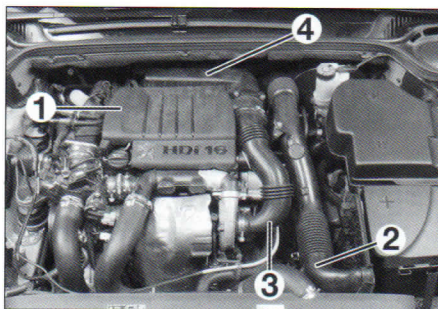
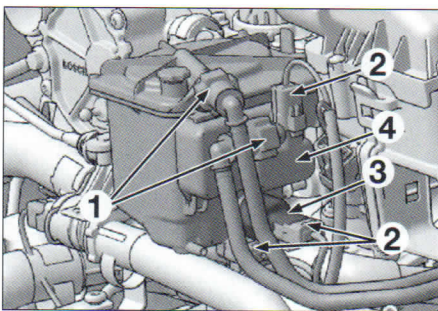

FIG.30
FIG.31
- la cubierta del motor (1) (fig. 30).
- los conductos de entrada de aire (2) y (3).
- el conjunto carcasa superior de filtro de aire/caudalímetro (4).
- las tuberías de combustible (1) (fig. 31).
- el cableado (2).
- Separar del filtro de gasoil, el detector de agua (3) y el recalentador (4).